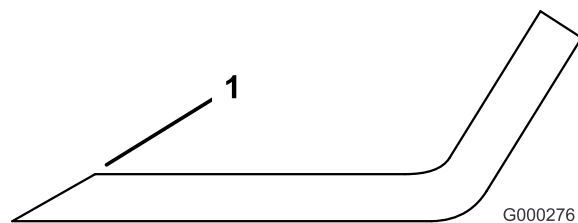

Figure 63
1. Au moyen d'une lime, aiguissez les tranchants aux deux extrémités de la lame (Figure 63). Veillez à conserver l'angle de coupe d'origine. Limez la même quantité de métal sur chacun des deux tranchants pour ne pas déséquilibrer la lame.